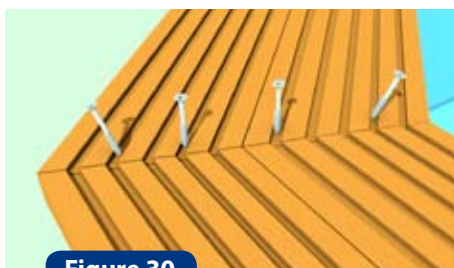

Figure 30
- De façon à obtenir une fixation ferme et durable dans les renforts, un pré perçage Ø 4 mm sur les margelles est nécessaire. Pour l'assemblage, utilisez les vis inox Ø 4 x 60 mm que vous visserez de biais (pour les 2 vis extérieures), en fond de rainure (figure 30).